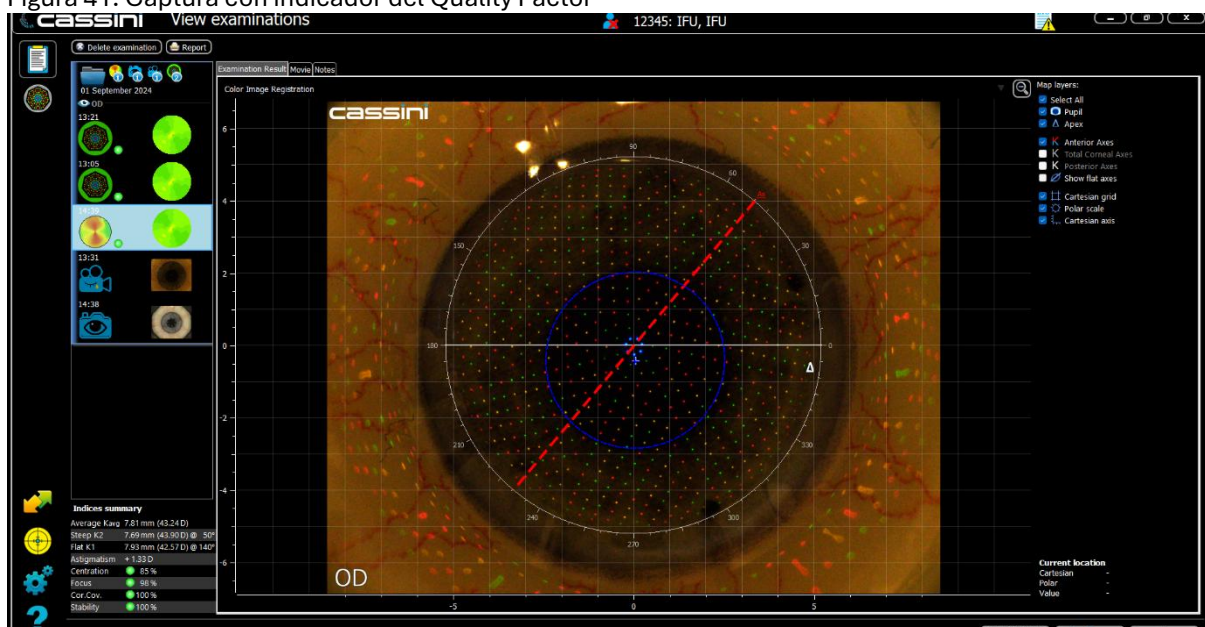

Figura 42: Resultado del examen de Corneal Topography, (vista 1-Up)
6. Haga clic en Aceptar con el ratón o utilice el joystick para confirmar la medición. Los resultados se muestran como se indica en Figura 42